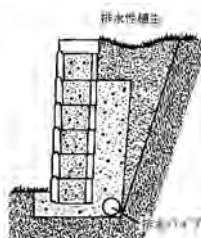

図4-10
- ・ または、雨水が確実に石垣を避けて流れるようにするため、石垣の背面側に向けて緩勾配をつけてください。石垣上部からの水を逃がすため、排水性の植生帯を設けることもできます。(図4-10)
- ・ 基礎部分に排水用パイプを設置して排水路を作ってください。(図4-10)